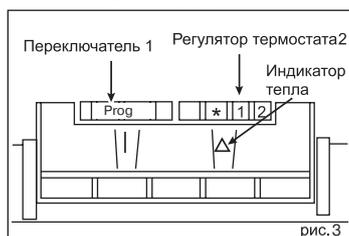
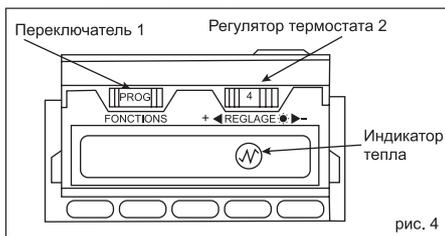

рис. 3
рис. 4
EuroPlus (рис. 3), EuroSelect (рис. 4):
Переключатель (1, рис. 3, 4), позволяющий выбрать 4 функции:
- Поместите переключатель функций 1, рис. 4, 5 на Comfort,
а регулятор термостата 2, рис. 4, 5 в положение Maxi (максимальное), индикатор тепла загорится.
■ Закройте двери в комнате. Дождитесь, когда температура поднимется до желаемой (18–20 °C на термометре). Когда температура установится, медленно вращайте регулятор 2, рис. 4, 5 в правую сторону, пока индикатор тепла не погаснет.
■ Вращайте **ОЧЕНЬ МЕДЛЕННО** регулятор 2, рис. 4, 5 до тех пор пока не загорится индикатор тепла. Температура 18–20 °C, в целом находится между делениями 5 и 8 регулятора 2 (рис.4, 5).
Внимание: Когда температура режима Comfort установлена, не касайтесь больше регулятора 2, рис. 4, 5, а работайте только на переключателе функций 1, рис. 4, 5.
Установите переключатель функций 1, рис. 3, 4, 5 на Conf., индикатор Conf. загорится, полученная температура – это температура, установленная первоначально (от 18 до 20 °C).
Установите переключатель функций 1, рис. 3, 4, 5 на ECO. Это положение позволяет понизить температуру в комнате по отношению к режиму Comfort.
Отключение от программы первоначально: возможно, что во время переключения из режима программирования, прибор не нагревает, переключатель 1, рис. 4, 5 находится на Confort. С исчезновением сигнала отключения на управляющем проводе, прибор заново начнет нагревать.
■ Ваш аппарат оснащен электронным термостатом, который постоянно поддерживает температуру. После установки температуры с помощью регулятора 2 (рис. 4, 5) больше не трогайте ее. Используйте только переключатель функций.